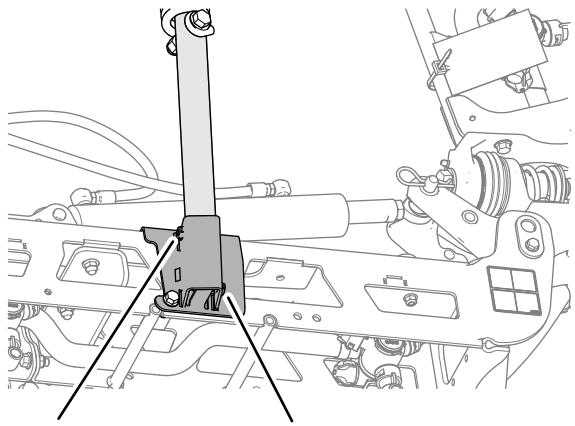

図 116
3. 下側クレードルチューブを固定している固定ねじをゆるめる図 116。